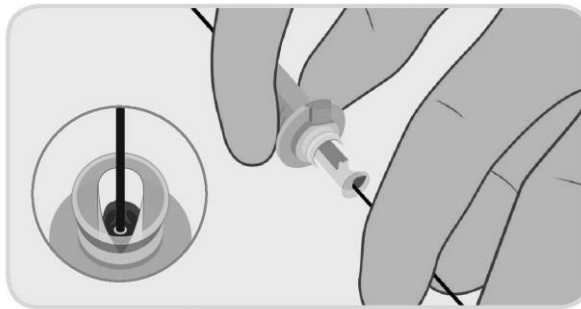

Bild 7. Ladda ledaren i kanylen.
- Använd icke-hepariniserad saltlösning för att smörja ledaren under införandet. För in ledaren i implantatet inuti laddningskanylen (bild 7) och fortsätt att föra in ledaren till den sticker ut från den bakre änden på handtaget på PerQseal+ förslutningsanordning. Håll PerQseal+ införingsshylsa i en låg vinkel i förhållande till artärens längsgående axel (t.ex. 20°) och håll införingsshylsan så rakt som möjligt för att undvika att den viker sig.
Obs 2: Håll endast i den bakre delen av laddningskanylen under införandet enligt Bild 7.